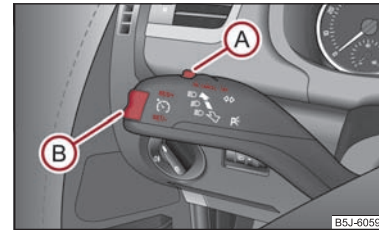

Abb. 99 Bedienungshebel: Wippe und Schalter der Geschwindigkeitsregelanlage
- Drücken Sie den Schalter **A** ⇒ Abb. 99 in die Stellung **ON**.
- Die gespeicherte Geschwindigkeit können Sie ohne Betätigung des Gaspedals durch Drücken der Wippe (B) ⇒ Seite 93, Abb. 99 in die Position **RES+** erhöhen.
Die **Wiederaufnahme** der gespeicherten Geschwindigkeit erfolgt nach Loslassen des Brems- oder Kupplungspedals, bei Fahrzeugen mit automatischem Getriebe nur nach Loslassen des Bremspedals, und nach kurzem Drücken der Wippe (B) ⇒ Seite 93, Abb. 99 in die Position **RES+**.
- Drücken Sie den Schalter (A) ⇒ Seite 93, Abb. 99 nach rechts in die Stellung **OFF**. ■